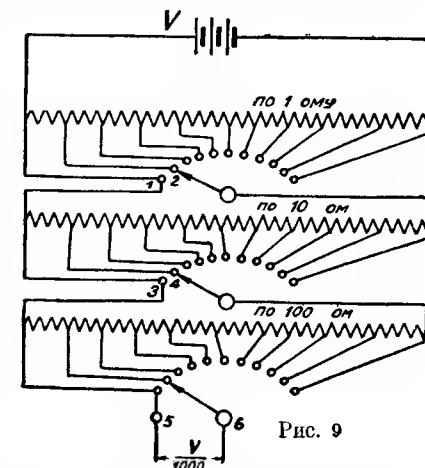

Рис. 9
3. Схема включения приведена на рис. 9. На клеммах «1» и «2» 1-ой группы сопротивлений (по 1 ом) мы получим напряжение в  $\frac{1}{10}$  напряжения всей батареи. Это напряжение мы подведем ко 2-ой группе сопротивлений (по 10 ом) и на клеммах «3» и «4» получим  $\frac{1}{10}$  подведенного напряжения, т.е.  $\frac{1}{100}$  напряжения батареи. Наконец, это напряжение подведем к 3-ей группе сопротивлений по 100 ом, и тогда на клеммах «5» и «6» получим  $\frac{1}{10}$  от подведенного напряжения, т.е.  $\frac{1}{1000}$  напряжения батареи. Включать нужно в указанном нами порядке (сначала группа по 1 ом, затем по 10 и, наконец, по 100) по тем же соображениям, которые приведены нами в ответе на 1-й вопрос.